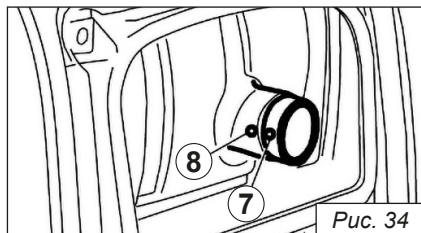

Рис. 34
Совместите выступ искрогасителя (7) с отверстием (8) в трубе глушителя, рис. 34.